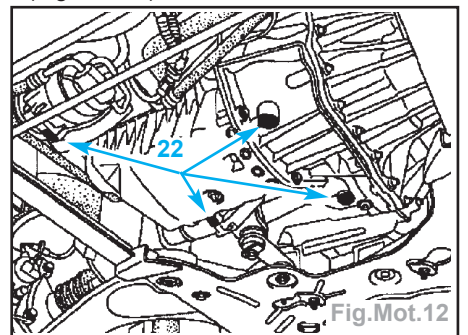

Fig.Mot.12
- Les patins doivent impérativement être placés sous les zones grisées (22) (Fig.Mot.12).